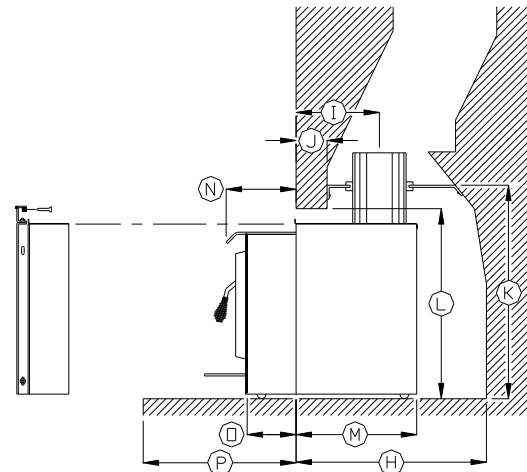

Figure 5
- A. Rapportez-vous au tableau et à la figure 5 afin de choisir l'emplacement de la plaque de raccord positif. La plaque sera plus facile à installer si vous choisissez de mettre l'ouverture prévue pour le conduit de fumée quelque part entre les positions extrêmes. Vous pourrez ainsi profiter des possibilités de réglage de la plaque avant pour compenser tout problème d'ajustement. Sinon, on peut aussi déplacer la plaque vers l'arrière et le haut à l'aide d'une rallonge de 152 mm (6") qui se monte directement sur le conduit de fumée.
4. MISE EN PLACE DE L'APPAREIL: Plus l'encastable fait sailli dans la pièce, plus il y a transfert de chaleur. Lorsque l'encastable sort au maximum dans la pièce, on installe le côté avant du conduit de circulation d'air de niveau avec la façade du foyer. Sinon, on peut faire reculer l'encastable de 64 mm (2.5") max. ou choisir n'importe quelle position intermédiaire. La position choisie dépendra de votre préférence dans la plupart des installations [lorsque le linteau fait moins de 152 mm (6") et la profondeur dépasse 318 mm (12.5")]. Référez-vous au tableau et à la figure 5 ci-dessous.